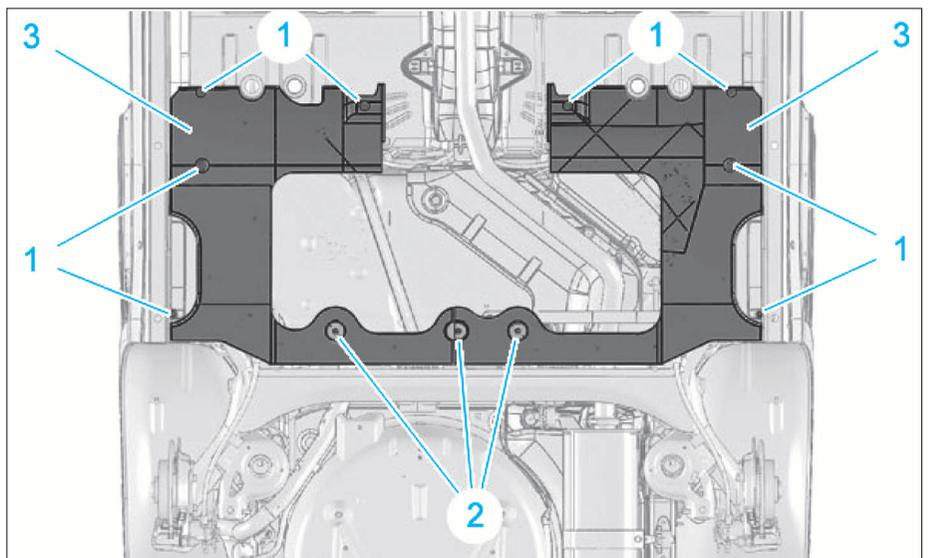
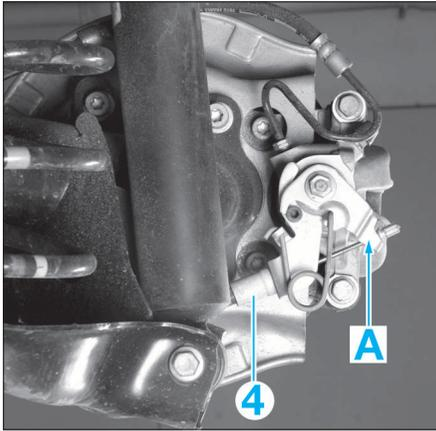
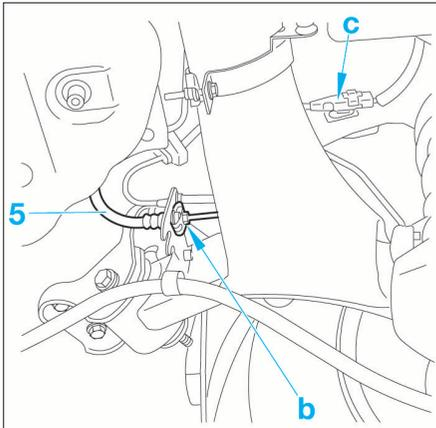

FIG. 34
FIG. 35
FIG. 36
- Déposer (Fig.34) :
- les écrous (1)
- les pions plastique (2)
- les protections (3)
- Désaccoupler les câbles de frein de parking (4) (en "A") (Fig.35).
- Dégager des guides les câbles de frein de parking (4).
- De chaque côté (Fig.36) :
- désaccoupler les flexibles de frein (5) sur les tuyaux rigides de frein (en "B")